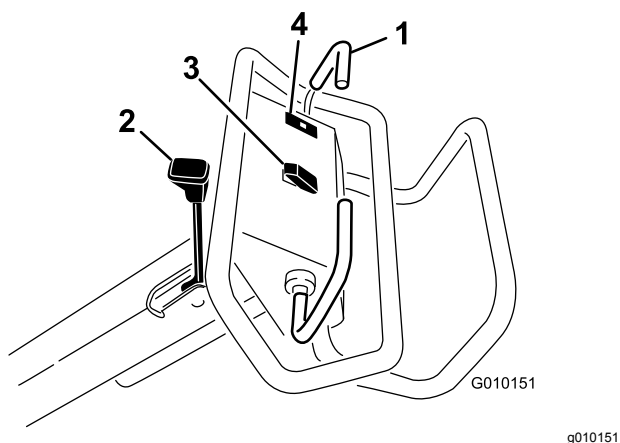

图13
要向前移动请向前移动牵引把手。要向后移动请向后移动牵引把手图13。
- 要设定手刹请向操作员把手的方向移动手刹杆图13。
发动机油压低于安全水平时油压警告灯图13会亮起。如果出现低油压情况应关闭发动机并确定原因。再次启动发动机之前务必先修理好任何损坏的地方。
升——按开关的顶部图13可升起并分离打孔头。发动机必须运行才能产生提升压力。如果打孔头低于运输高度请参阅 重设系统控制电路 (页码 21)。
降/接合——按开关的底部图13可降下并接合打孔头。要使用开关牵引把手必须处于向前的位置。